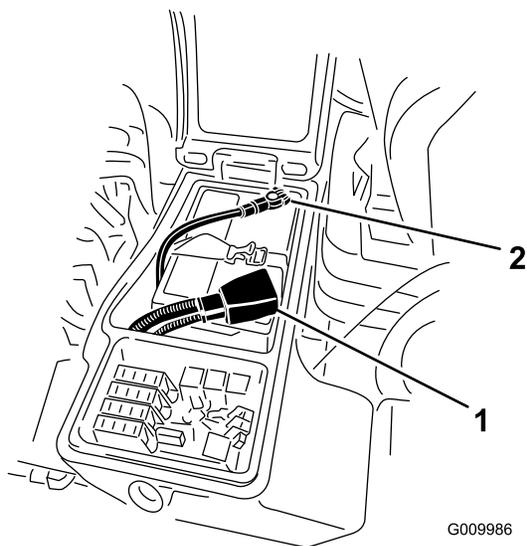

Рисунок 66
4. Установите плюсовой кабель (красный) на плюсовую клемму (+), а минусовой кабель (черный) на минусовую (–) клемму аккумуляторной батареи (Рисунок 66). Прикрепите кабели к полюсным штырям винтами и гайками. Обеспечьте, чтобы плюсовая (+) клемма была надета на штырь на всю длину и кабель плотно прижат к аккумуляторной батарее. Кабель не должен касаться крышки аккумуляторной батареи. Наденьте на плюсовую клемму резиновый чехол для предотвращения возможного замыкания на массу.